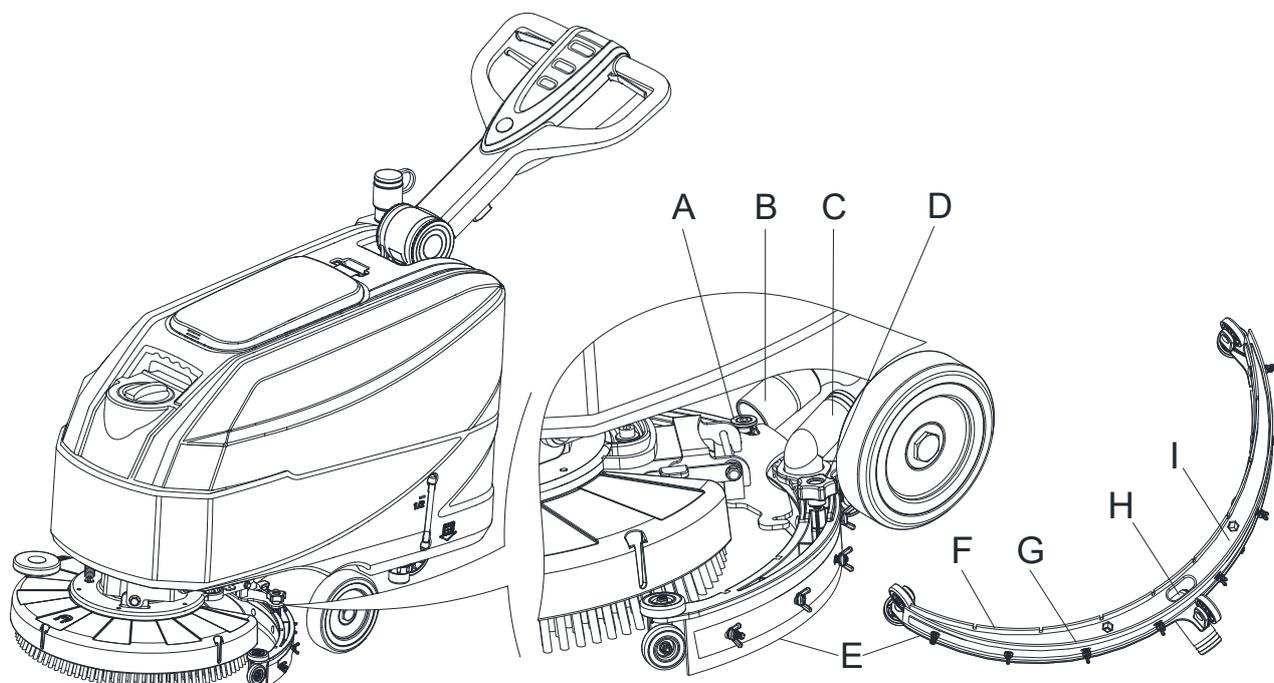
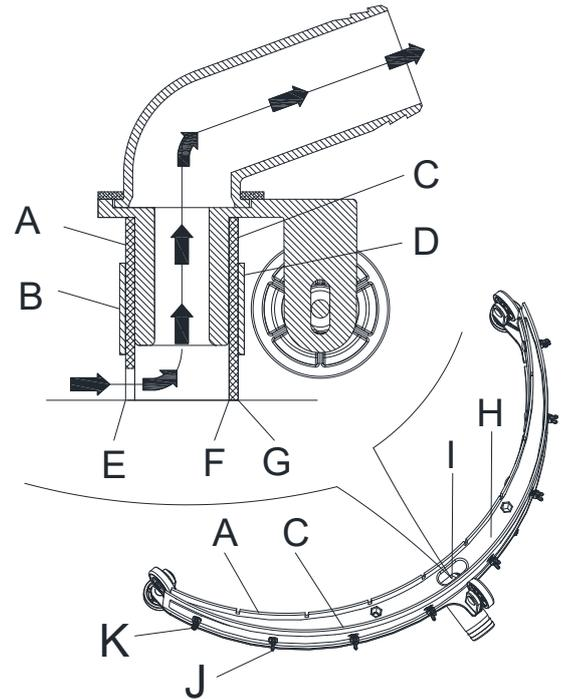

Figure 15
Figure 16
4. Déconnecter le tuyau d'aspiration (B, Figure 15) de la raclette (C).
5. Desserrez les boutons (D) et retirez la raclette (E).
6. Nettoyez la raclette en acier ou en plastique (E, Figure 15). Nettoyez en particulier les compartiments (I) et l'orifice (H). Vérifiez l'intégrité, la coupe et les déchirures des lames avant (F) et arrière (G) ; si nécessaire, remplacez-les (voir la procédure au paragraphe suivant).
2. Vérifiez que les bords (E, Figure 16) de la lame avant (A) et les bords (F) de la lame arrière (C) sont bien au même niveau sur toute leur longueur ; si nécessaire, réglez leur hauteur selon la procédure suivante :
- Desserrez tous les écrous à ailettes (J) et réglez les lames avant (A) et arrière (C), puis serrez tous les écrous à ailettes.
3. Vérifiez l'usure, la coupe et les déchirures des lames avant (A) et arrière (C) ; si nécessaire, remplacez-les selon la procédure suivante. Vérifiez que les coins avant (E) ou arrière (F) ne sont pas usés ; si nécessaire, retournez la lame pour remplacer le coin usé par un coin intact. Si les autres coins sont usés, remplacer aussi la lamelle selon la procédure suivante :
- Déposez tous les écrous à ailettes (J) et la vis (K), déposez la bande de retenue (B), puis remplacez/retournez la lame avant (A). Monter l'embouchure dans l'ordre inverse du démontage.
- Déposez tous les écrous à ailettes (J) et la vis (K), déposez la bande de retenue (D), puis remplacez/retournez la lame arrière (C). Monter l'embouchure dans l'ordre inverse du démontage. Après le remplacement de la lame (ou son retournement), remontez la raclette comme indiqué à l'étape précédente.
4. Installez la raclette (E, Figure 15) et revissez les boutons (D, Figure 15).
5. Branchez le tuyau d'aspiration (B, Figure 15) à la raclette (C, Figure 15)